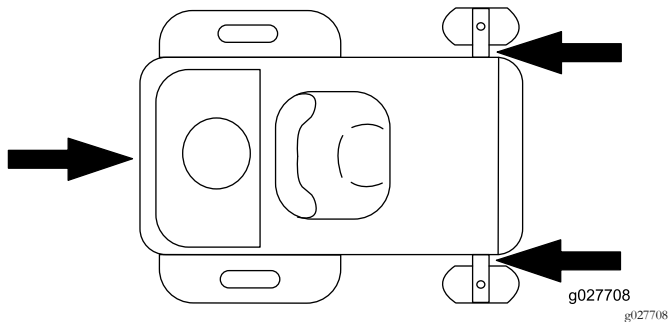

Bild 29
5. Vergurten Sie die Maschine in der Nähe der vorderen Laufräder und der hinteren Stoßstange (Bild 29).